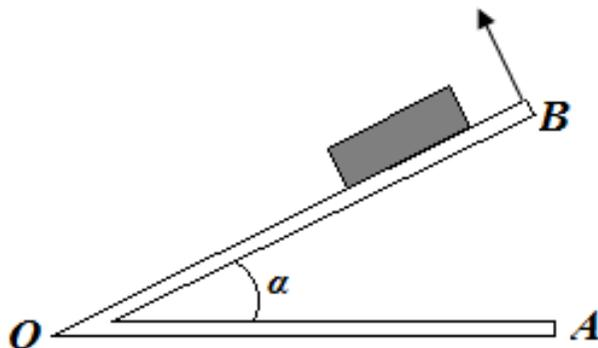

Рис. 3
1. Установить на подвижную плоскость ОВ груз (см. рис. 3).
5. По углу α определить $\operatorname{tg} \alpha$, т.е. коэффициент трения согласно формуле (3).